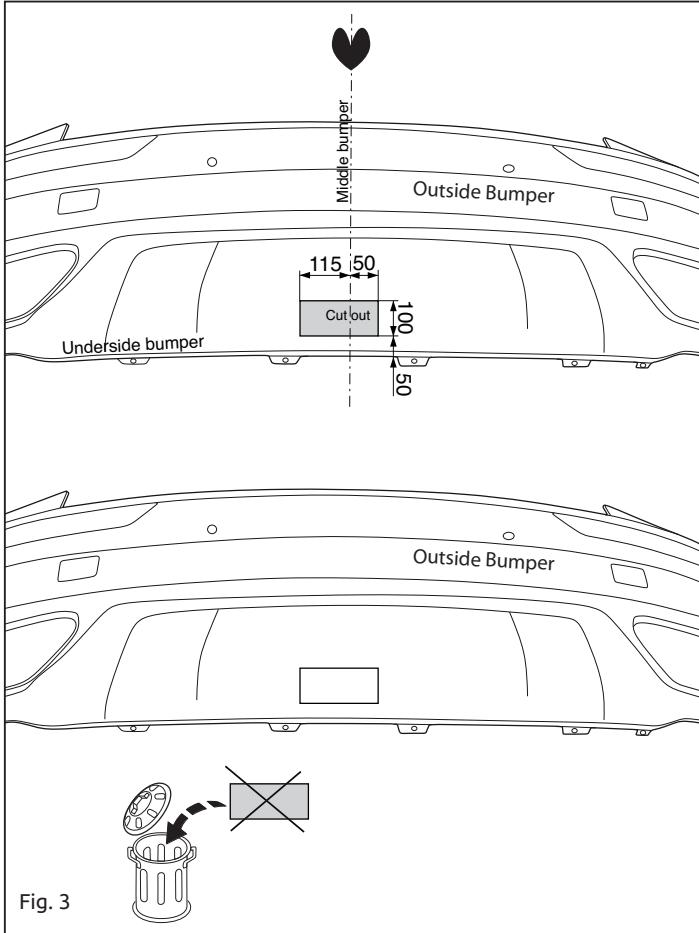

Fig. 3
8. **Внимание! При необходимости:** Выпилить обозначенные части, как указано на рис. 3.